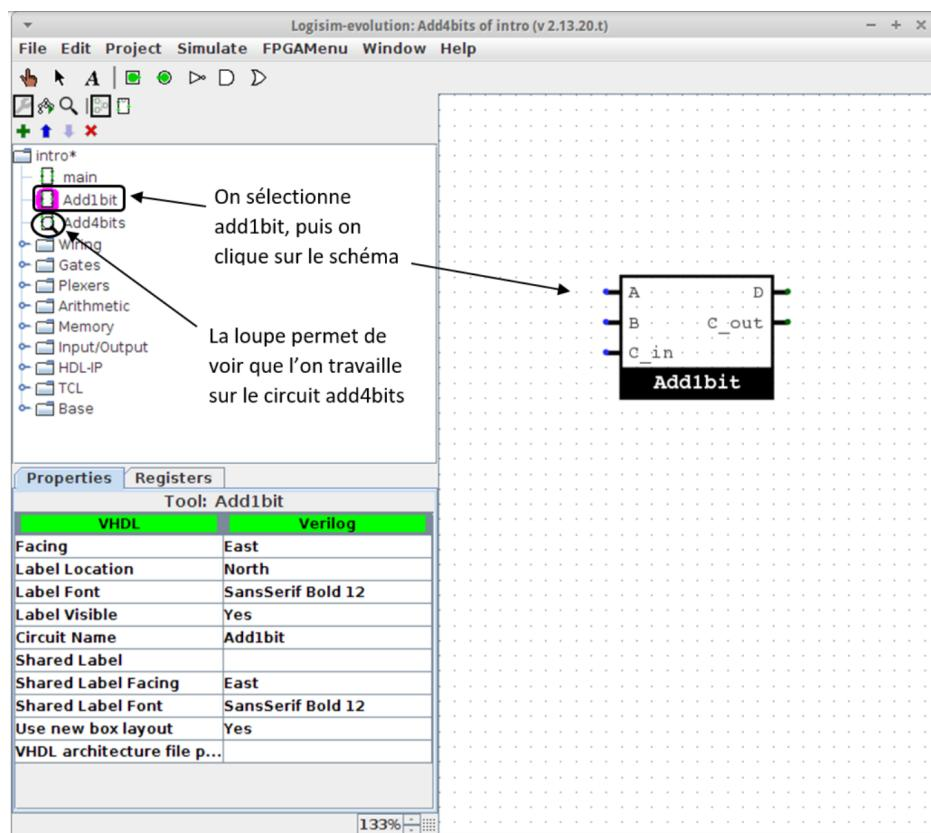

FIGURE 6 – Sous circuit
2. Il est alors possible d'ajouter un sous circuit Add1bit de la même manière que l'utilisation d'un composant quelconque. Il suffit de cliquer sur Add1bit dans le menu indiqué sur la Figure 6, puis de le placer en cliquant sur le circuit.